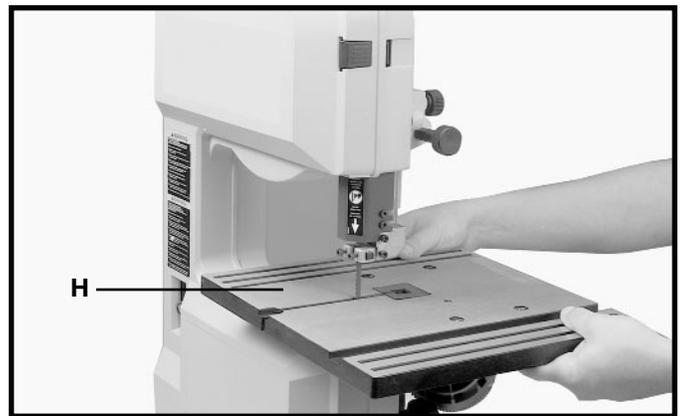
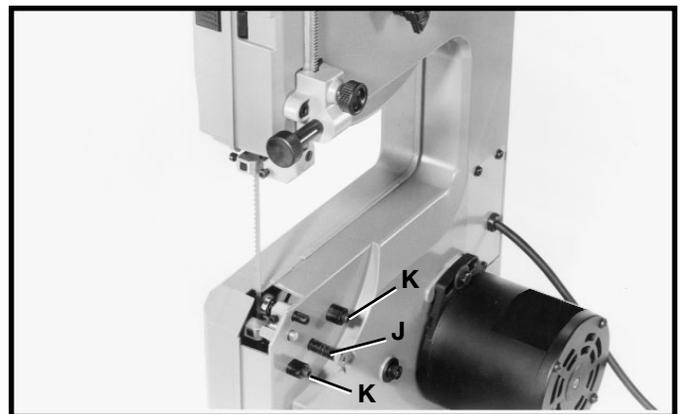
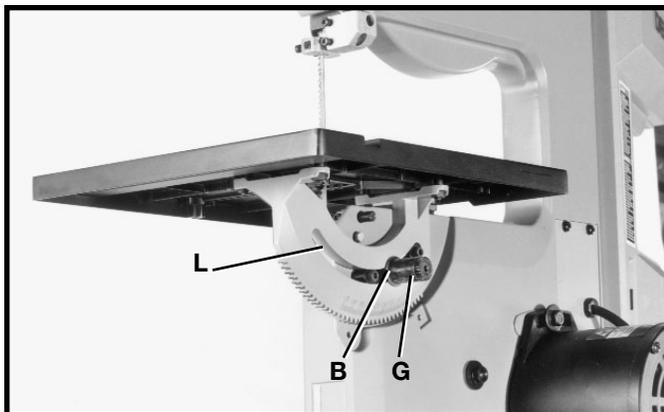
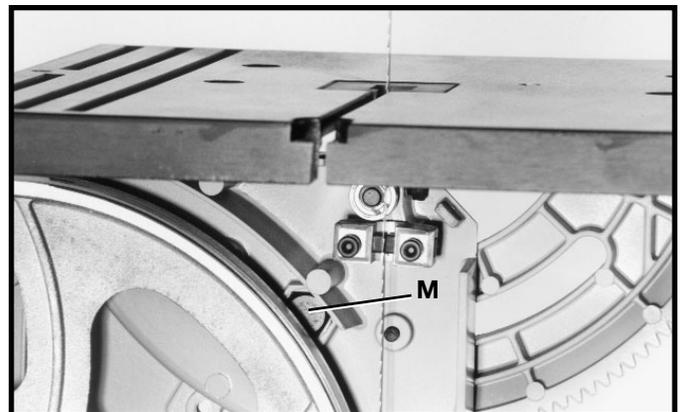

Fig. 5
Fig. 6
Fig. 7
Fig. 8
3. Placez la table (H) fig. 5 sur le bâti de la scie à ruban afin que le goujon (J) fig. 6 et les arrêteurs (K) dépassent de la fente du tourillon (L) fig. 7.
5. Tout en appuyant sur le goujon (M) fig. 8 avec un crayon, mettez une rondelle plate M10 (B) fig. 7, sur le goujon et vissez l'écrou (G) sur ce dernier comme l'illustre la figure 7.